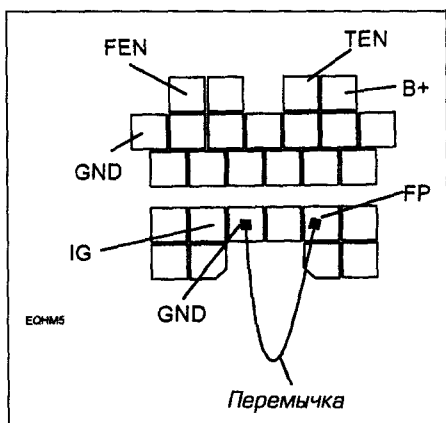

Рис. 11.11. Для пуска топливного насоса при проверке давления в системе замкните контакты GND и FP диагностического разъема
- 2 Для тестирования можно включить реле топливного насоса, замкнув контакты FP и GND диагностического разъема (см. рис. 11.11).